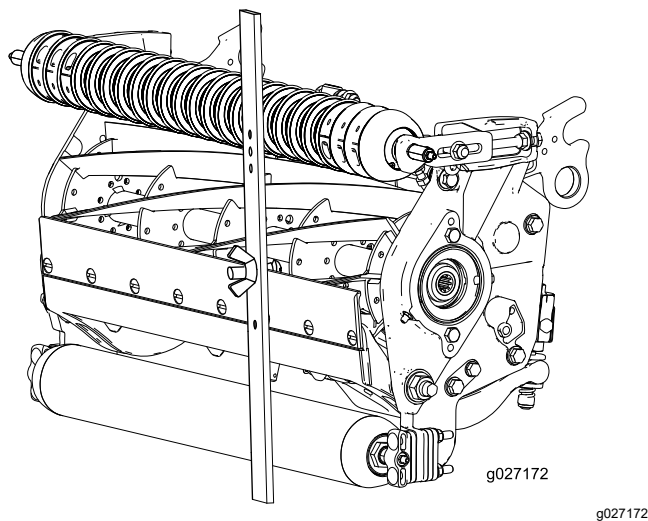

Figura 17
3. Prindei capul urubului de marginea de tăiere a contracuitului i sprijinii capătul posterior al barei pe rola posterioară (Figura 17).
4. Rotii urubul de reglare până când rola frontală intră în contact cu bara de distanare (Figura 17).